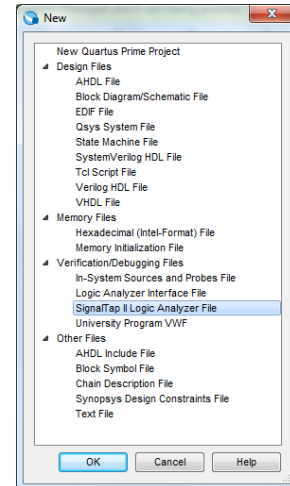

Figura 20 – Criação de um ficheiro do tipo “SignalTap II Logic Analyser File”.
2. Devido à elevada frequência de comutação, a maioria dos bits do contador não podem ser devidamente observados a olho nu em dispositivos simples como os LEDs. Para resolver este problema e avaliar o funcionamento correto de todos os bits do contador vamos recorrer a uma ferramenta, genericamente designada por “Analisador Lógico Integrado”, tipicamente disponibilizada pelos fabricantes das FPGA. Estas ferramentas permitem especificar os sinais do sistema que pretendemos visualizar, adicionar de forma transparente e automática a lógica necessária para a sua captura, armazenamento e transferência para um computador de desenvolvimento onde será realizada a sua visualização. A lógica adicionada para este efeito utiliza os próprios recursos lógicos programáveis da FPGA. A interface para transferir os sinais capturados é também a usada na programação da FPGA (denominada JTAG e acessível através do porto “USB Blaster”) o que é bastante conveniente. Para usar esta facilidade, o primeiro passo é a criação de um ficheiro no “Quartus Prime” do tipo “SignalTap II Logic Analyser File” (Figura 20).